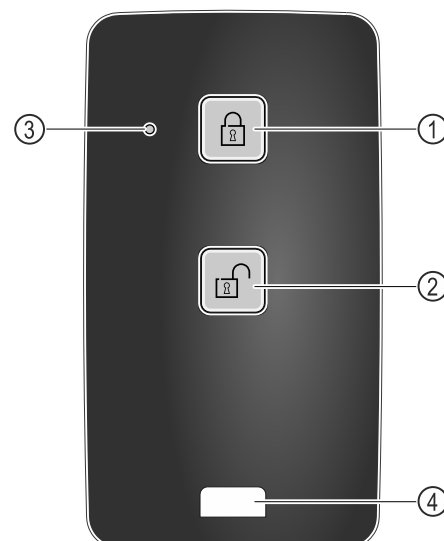

Fig. 219
- ▶ Shtypni butonin Fig. 219 (1) në telekomandë.
- ▶ Shtypni butonin Fig. 219 (2) në telekomandë.
- ▶ Treguesi LED i statusit Fig. 219 (3) jep një reagim vizual kur shtypet një buton.
- ▶ Vrima Fig. 219 (4) për kapjen e telekomandës, për shembull, në një varëse çelësash.